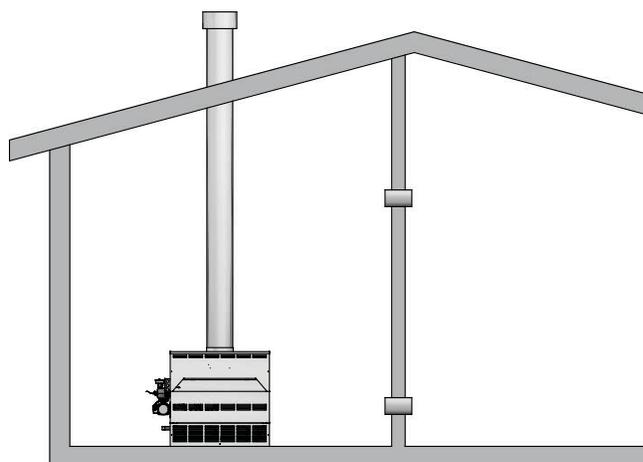

Figure 1 - 5_Air de combustion provenant d'un espace intérieur
3. Si l'air provient d'un autre espace intérieur bien ventilé, chacune des deux ouvertures spécifiées ci-dessus devra disposer d'une surface libre nette de 22 Cm carrés par kW (1 po² pour chaque tranche de 1 000 Btu/h de capacité, mais pas moins de 645 Cm² (100 po²) (voir FIG. 1 - 5).